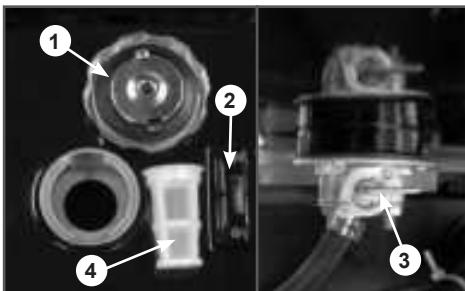

Рис. 8 Основные элементы топливного бака
После заправки топливного бака убедитесь в том, что крышка заливной горловины закрыта должным образом. Основные элементы топливного бака показаны на Рис. 8.
1. Откройте топливный кран (Рис. 8 п. 3).
2. Переведите рычаг топливного крана (Рис.8 п.3) в вертикальное положение (открыто).
3. Переведите рычаг топливного крана (Рис.8 п.3) в вертикальное положение (открыто).